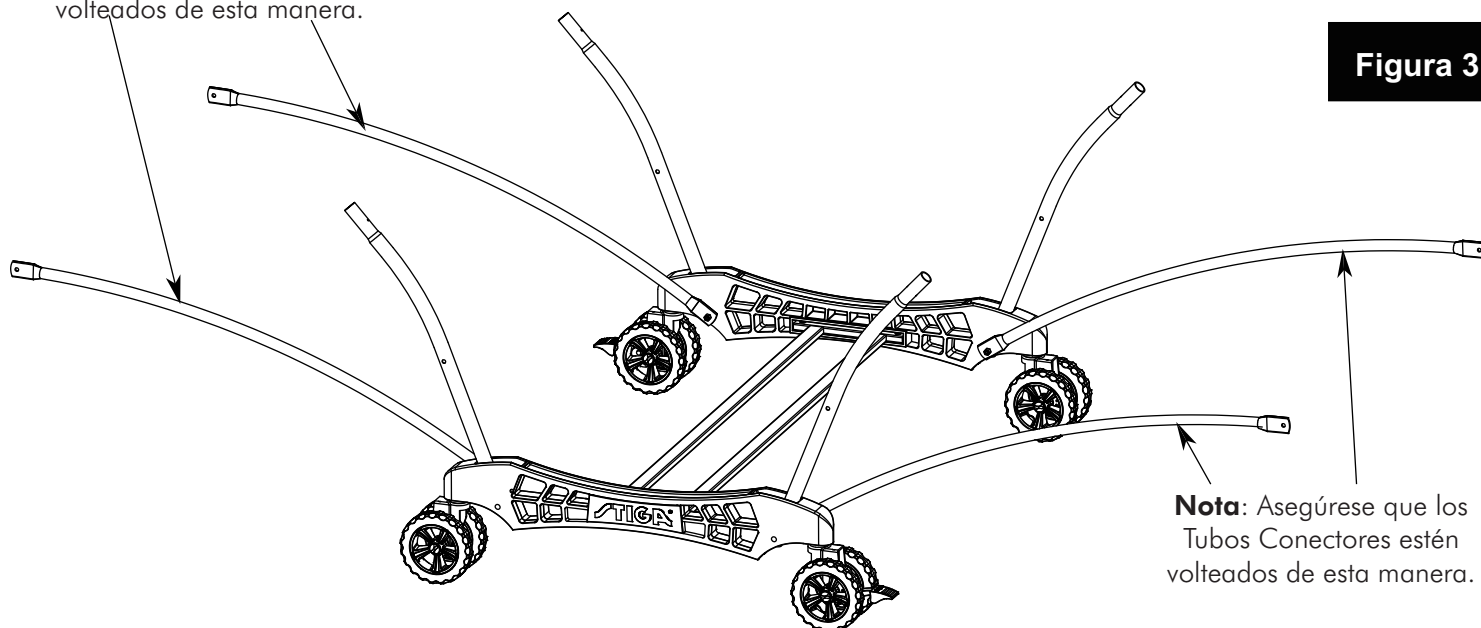

Figura 3
3. Instale cuatro Tubos Estructurales (#4) y cuatro Tubos Conectores (#25) a el Carril ensamblado utilizando cuatro Tornillos de Carruaje (#10), cuatro Separadores de Plastico (#11), y cuatro Tuercas de Seguridad (#14) como se muestra en la **FIGURA 3**.